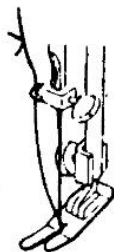

Рис. 18
2. Свяжите узелком челночную и игольную нити (рис. 18).